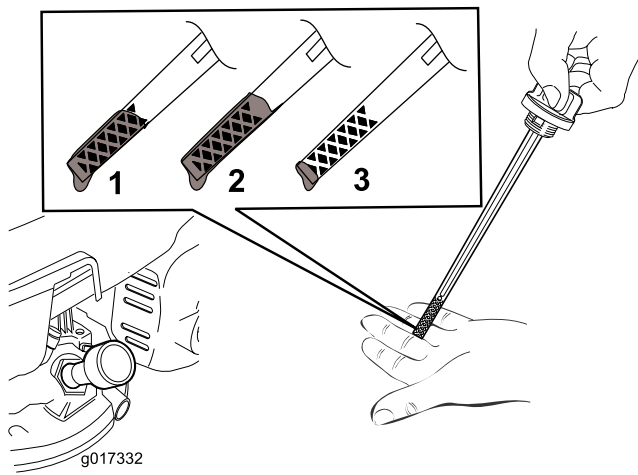

Figure 11
5. Pour déterminer le niveau d'huile correct indiqué par la jauge, voir (Figure 11).
**Remarque:** Versez de l'huile dans le carter moteur jusqu'à ce que la jauge indique le niveau correct, comme montré à la Figure 11. Si vous remplissez excessivement le carter moteur, vidangez l'excédent d'huile comme expliqué sous Vidange de l'huile moteur \(page 16\).